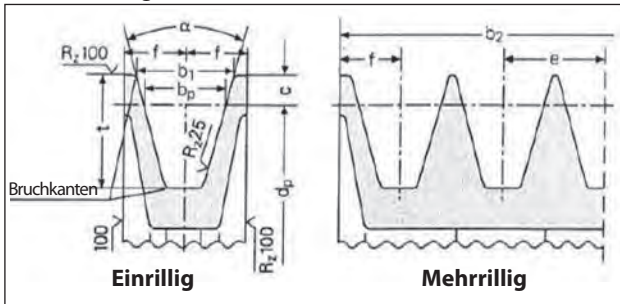

Abb. 9
- a) Verwenden Sie Riemenscheiben für Keilriemen mit den vom Riemenhersteller vorgeschriebenen / empfohlenen Rillenmaßen. In Ermangelung dieser Werte halten Sie sich an die Vorgaben in Abb. 9 und die Tabelle in Abb. 10.